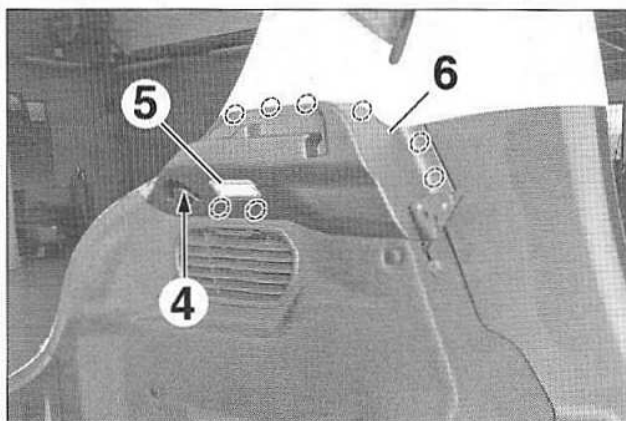
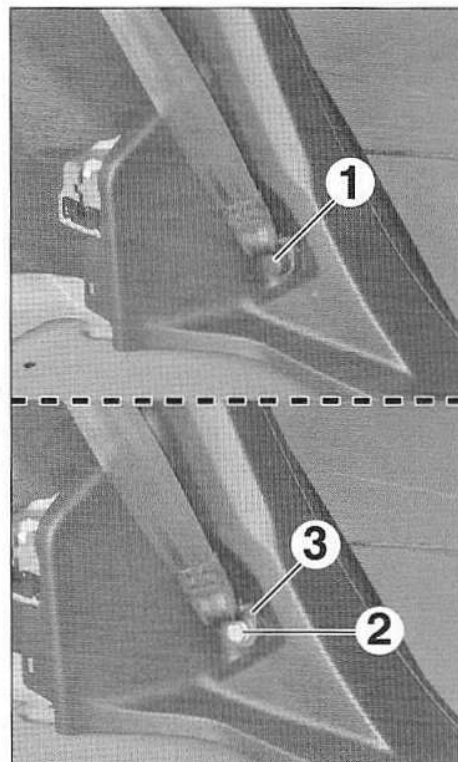

FIG.47
FIG.46
- Déposer (Fig.46) :
- le cache (1),
- la vis (2),
- l'ancrage de la ceinture de sécurité (3).
- Déposer la vis (4) (Fig.47).
- Extraire, débrancher et déposer l'éclaireur de coffre (5).
- Dégrafer et déposer la garniture (6).